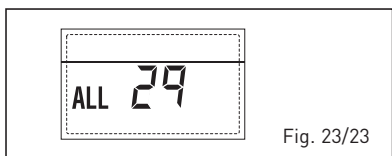

Fig. 23/23
- ANOMALIA Sonda RETORNO AQUECIMENTO "ALL 30" (fig. 23/24)